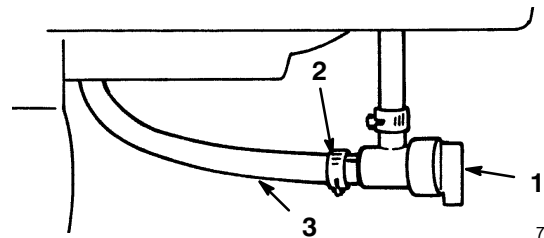

Figure 31
1. Fermez le robinet d'essence situé sous le réservoir (Fig. 31) en le tournant vers la gauche.
3. Desserrez le collier de fixation de la conduite d'alimentation au robinet, et détachez la conduite du robinet (Fig. 31).